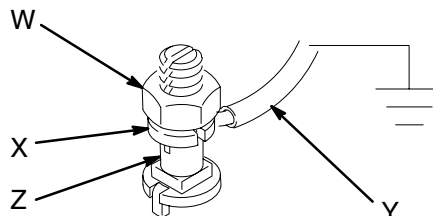

Рис. 1
1. *Внесенные в UL-список насосы:* Используйте заземляющий провод и зажим, как показано на Рис. 1. Ослабьте затяжку заземляющей контргайки с проушиной (W) и шайбы (X). Вставьте один конец заземляющего провода (Y) с минимальным сечением в 12 га (1,5 мм²) в прорезь проушины (Z), и надежно затяните контргайку. Подсоедините другой конец заземляющего провода с наконечником к надежной линии заземления. Заказывайте деталь № 237569 Заземляющий провод и зажим.